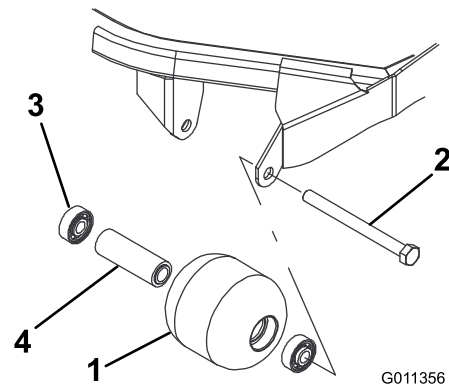

Figura 74
1. Retire o parafuso de montagem do rolo (Figura 74).
4. Verifique se a estrutura dos rolamentos, os rolamentos e o espaçador de rolamentos estão danificados (Figura 74). Substitua os componentes danificados e volte a montar.
1. Introduza o primeiro rolamento na estrutura do rolo (Figura 74). Empurre só a calha externa ou, então, exerça o mesmo tipo de pressão nas calhas interna e externa.
2. Coloque o espaçador (Figura 74)
3. Introduza o segundo rolamento na estrutura do rolo (Figura 74) exercendo o mesmo tipo de pressão nas calhas interna e externa até a calha interna entrar em contacto com o espaçador.